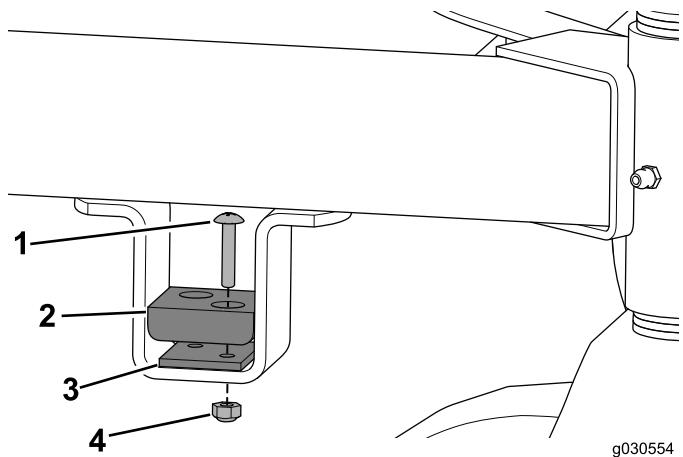

図 25
- 刈り高を設定するとクレビスピンドルがクッションから離れてしまう場合は、クッションスペーサを使ってください図25。